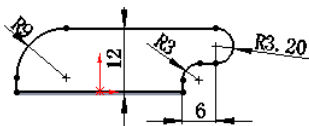

图 12.3.15 边线一法兰 1 草图
(3) 定义法兰参数。
① 定义法兰参数。在  区域中单击 ，在  中输入折弯半径 2.4。
② 定义法兰角度值。在  区域中的  文本框中输入角度值 90.0。
③ 定义长度类型和长度值。在  区域的下拉列表中选择  选项,在  文本框中输入深度值 4.0。
④ 定义法兰位置。在 **法兰位置(N)** 区域中, 单击“材料在内”按钮 。
(4) 单击  按钮, 完成边线一法兰 1 的初步创建。
(5) 编辑边线一法兰 1 的草图。在设计树的  **边线-法兰1** 上右击, 在弹出的快捷菜单上单击“编辑草图”按钮 , 系统进入草图环境。绘制图 12.3.15 所示的草图。退出草图环境, 此时系统完成边线一法兰 1 的创建。